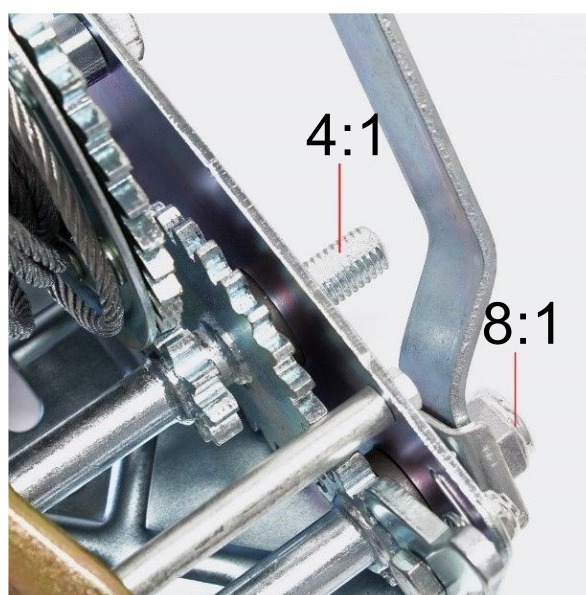

Fig. 1
- **Attenzione!** I modelli di verricello 30212 e 30213 hanno due perni dell'asse per il posizionamento della manovella. Montarli in modo che corrispondano al rapporto di trasmissione desiderato (vedi fig. 1).